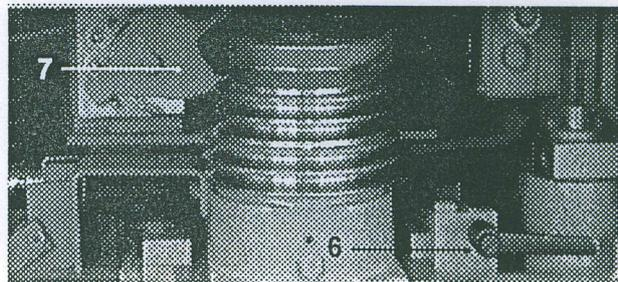

Bild 4.4
- Den Kipphebel 6 (Bild 4.4) 1/4 Umdrehung gegen den Uhrzeigersinn drehen und das Sägeaggregat wieder absenken, so daß die Riemen entspannt sind.
- Die Gabel 7 (Bild 4.4) für die elektrische Drehzahlanzeige auf die gewünschte Drehzahl stellen und anschließend die Riemen auf die entsprechenden Riemenscheiben umlegen.